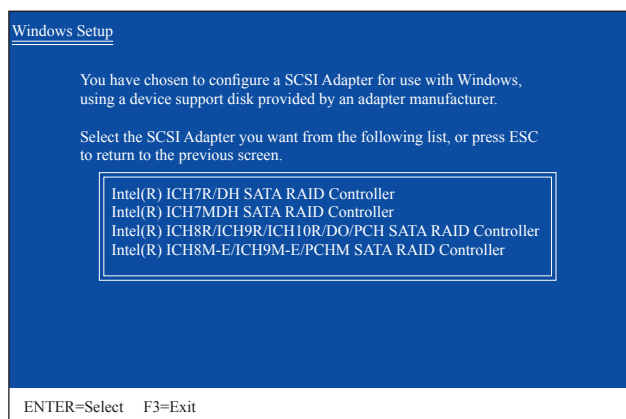

図 2
SATA RAID/AHCI ドライバを含むフロッピーディスクを挿入し、<S> を押します。次に、以下の図 2 のようなコントローラメニューが表示されます。Intel (R) ICH8R/ICH9R/ICH10R/DO/PCH SATA RAID Controller を選択し、<Enter> を押します。